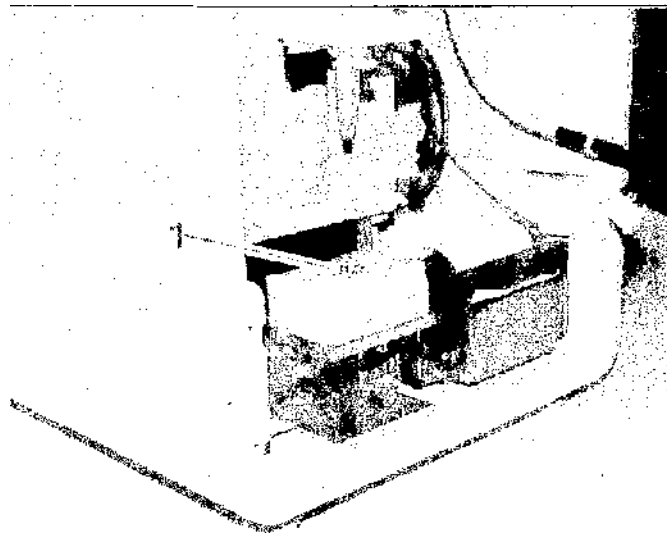

Рис. 92: Очистка хомута охлаждения
3. С помощью наждачной бумаги очистить хомут охлаждения (рис. 92/1) нижней системы охлаждения.